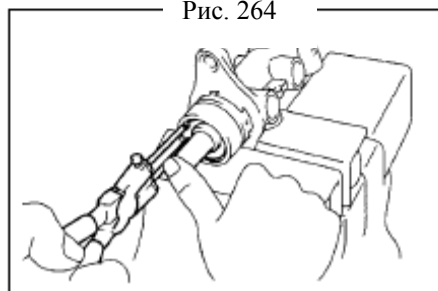

Рис. 265
- (6) Толкните поршень, и установите стопорное кольцо с помощью плоскогубцев. (рис. 265)
(7) Установите круглое уплотнительное кольцо на главный тормозной цилиндр.